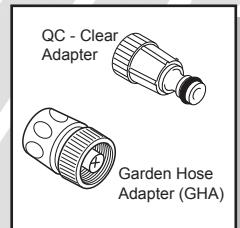

Fig. 10
- Installer l'adaptateur de tuyau de jardin (GHA) et rapide connecte le filtre. Il est composé de deux morceaux séparés. (1) UN adaptateur en plastique clair avec un filtre d'écran (à peu près 3 pouces long) et (2) un attachement de col bleu/noir (la fig. 10).